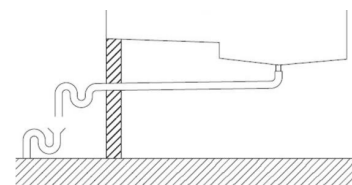

Figure 5
6. Contrôlez que le passage vers l'égout (Figure 5) n'est pas bouché et enlevez la saleté éventuelle.